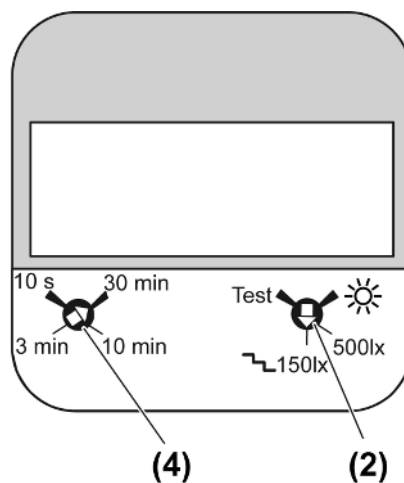

Bild 16: Einsteller Bewegungsmelder 1,1 m Art.-Nr. ..17182..
- Einsteller **Time** (4) drehen (siehe Bild 16).